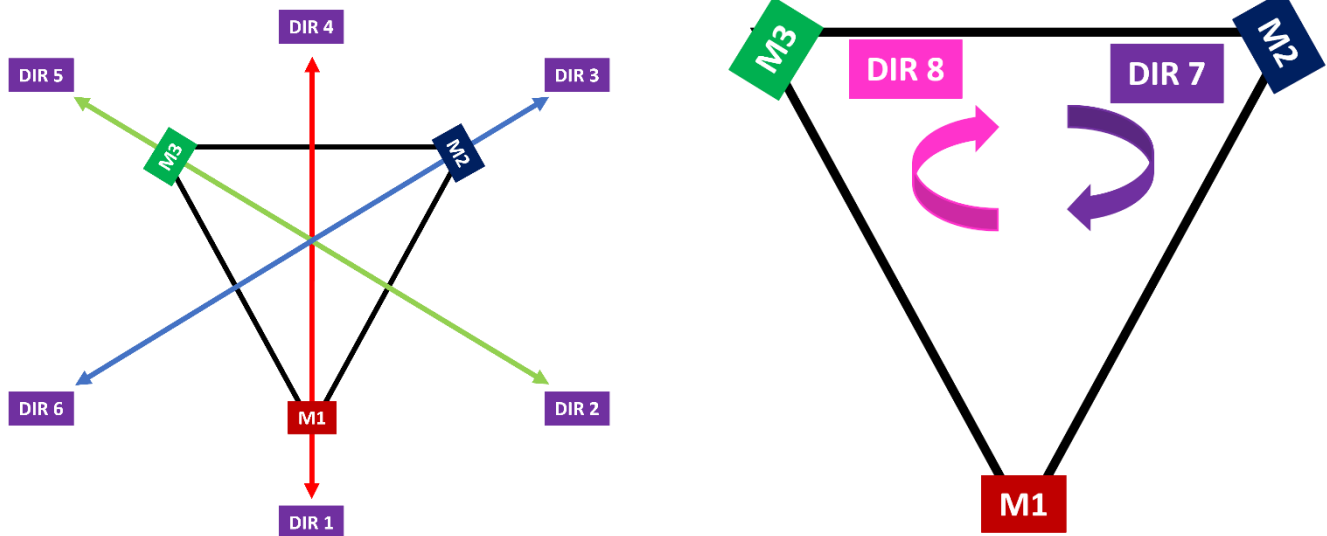

Figure 8 : Schéma des différentes directions et rotations de la base roulante
- *Direction* : est un nombre entre 1 et 8. Si le nombre est compris entre 1 et 6, le robot avancera dans l'une des directions comme indiquée sur la Figure 8. Si l'on donne 7 ou 8 en argument le robot effectuera une rotation sur lui-même.